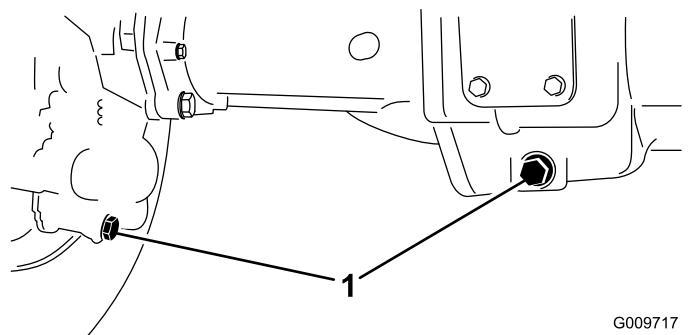

Figure 110
2. Nettoyez la surface autour des 3 bouchons de vidange, 1 à chaque extrémité et 1 au centre (Figure 110).